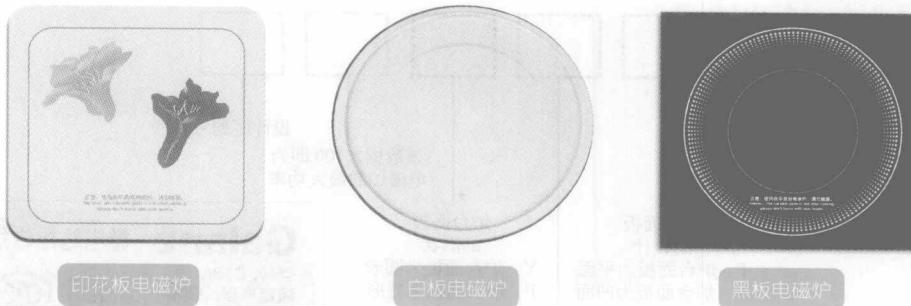

图 1-5 炉台面板
(1) 电磁炉的炉台面板与电磁炉其他外壳部分结构不同，采用高强度、耐冲击、耐高温的陶瓷或适应微晶材料制成，在加热状态下热膨胀系数小，可径向传播热量。电磁炉的炉台面多为圆形和方形两种，并且其面板的花色也有所不同主要有印花板、白板和黑板，如图 1-5 所示。